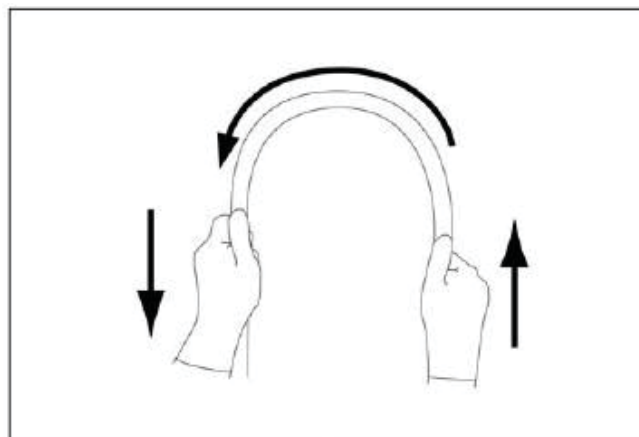

Fig 3.5
6. Avec les deux mains, pliez le tube d'insertion de l'endoscope en demi-cercle. Ensuite, en déplaçant vos mains comme indiqué par les flèches, assurez-vous que l'ensemble du tube d'insertion peut être plié en douceur afin de former un demi-cercle et qu'il est suffisamment souple (Fig. 3.5).